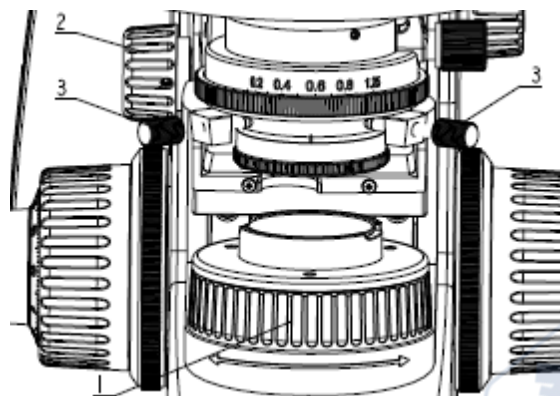

Рис.17
1. Центрирование полевой ирисовой диафрагмы (рис. 17)